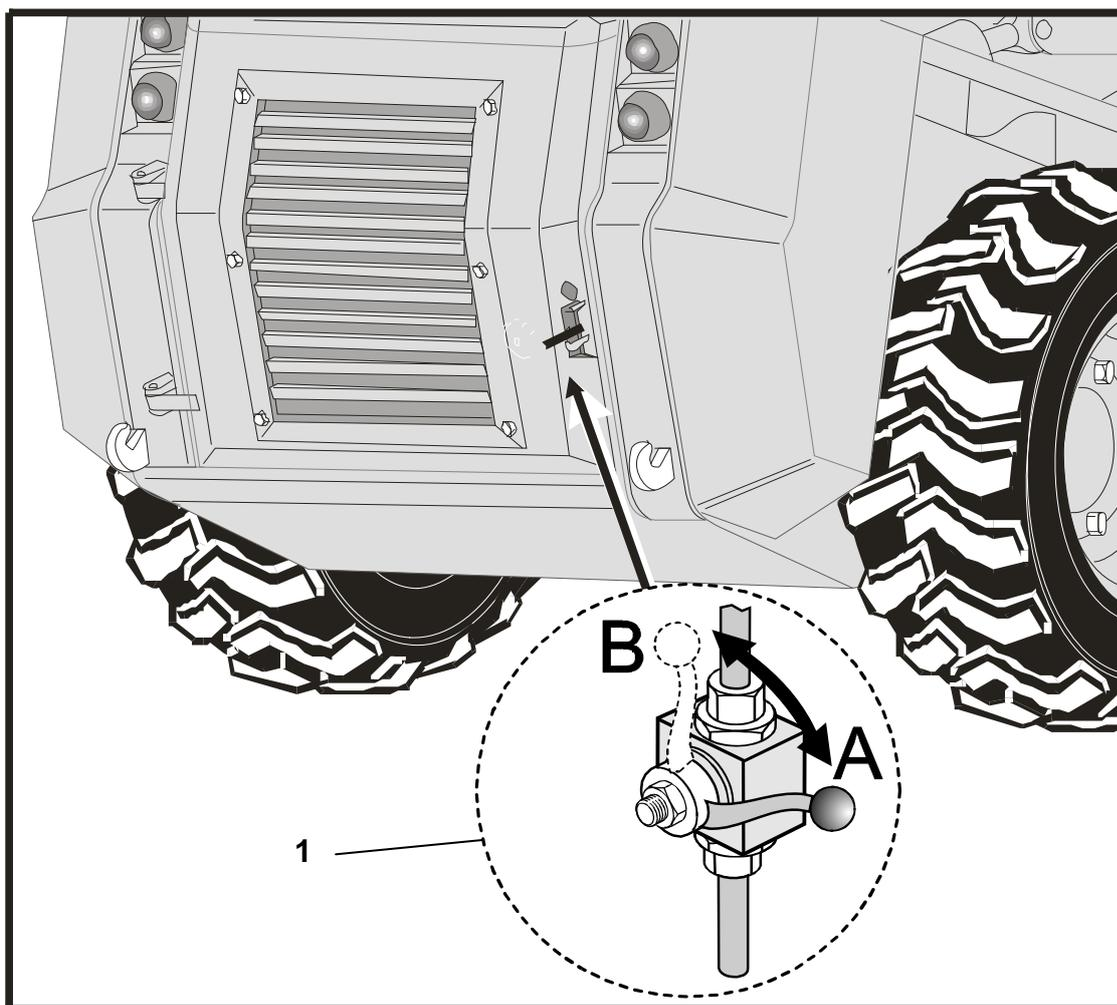

Рис. 43 - Аварийное опускание стрелы
После полного стока масла опускайте стрелу системой аварийного опускания при помощи ослабления клапана 1 рис. 43.
- осторожно откройте кран 1 (рис. 43) из положения А в положение В